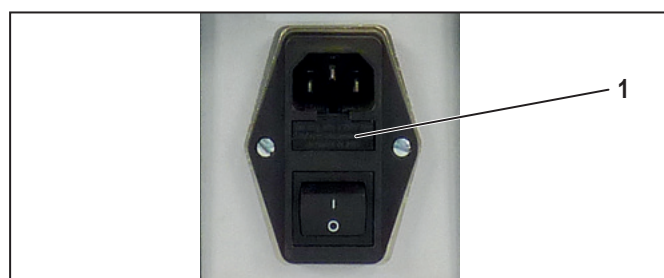

Afbeelding 9.2 Mesbladen plaatsen
- ▶ Monteer elk mespaar zodanig dat de afgeschuinde kanten naar buiten wijzen (rood gemarkeerd in afbeelding 9.2).